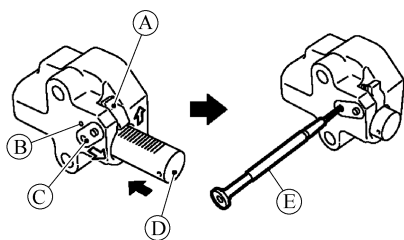

图 3-15 设置张紧器
7) 按照以下步骤安装正时链条张紧器(主),如图 3-15 所示:
柱塞限位器凸耳和杆(C)是同步的,如图 3-15 所示。
① 向上拉出柱塞限位器凸耳(A)(或向下转动杆)以拆卸柱塞棘齿(D)上的限位器,如图 3-15 所示。
② 向张紧器中压入柱塞。
③ 使柱塞限位器凸耳与棘齿端啮合,在完全压紧的位置按住柱塞。
④ 从杆孔中(B)将限位器销(E)插入张紧器孔中以固定杆,如图 3-15 所示。